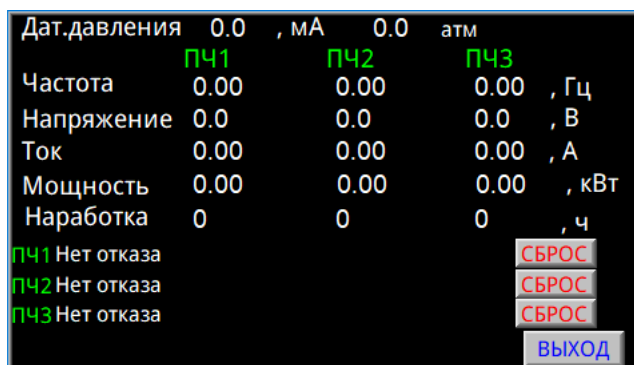

Рисунок 6 Окно «ТЕКУЩИЕ ПАРАМЕТРЫ»
2.2.7. В окне «ТЕКУЩИЕ ПАРАМЕТРЫ» (Рисунок 6) отображаются текущие параметры работы частотных преобразователей, наработка насосов, текущие отказы частотных преобразователей. Для сброса отказа в окне предусмотрены соответствующие кнопки.